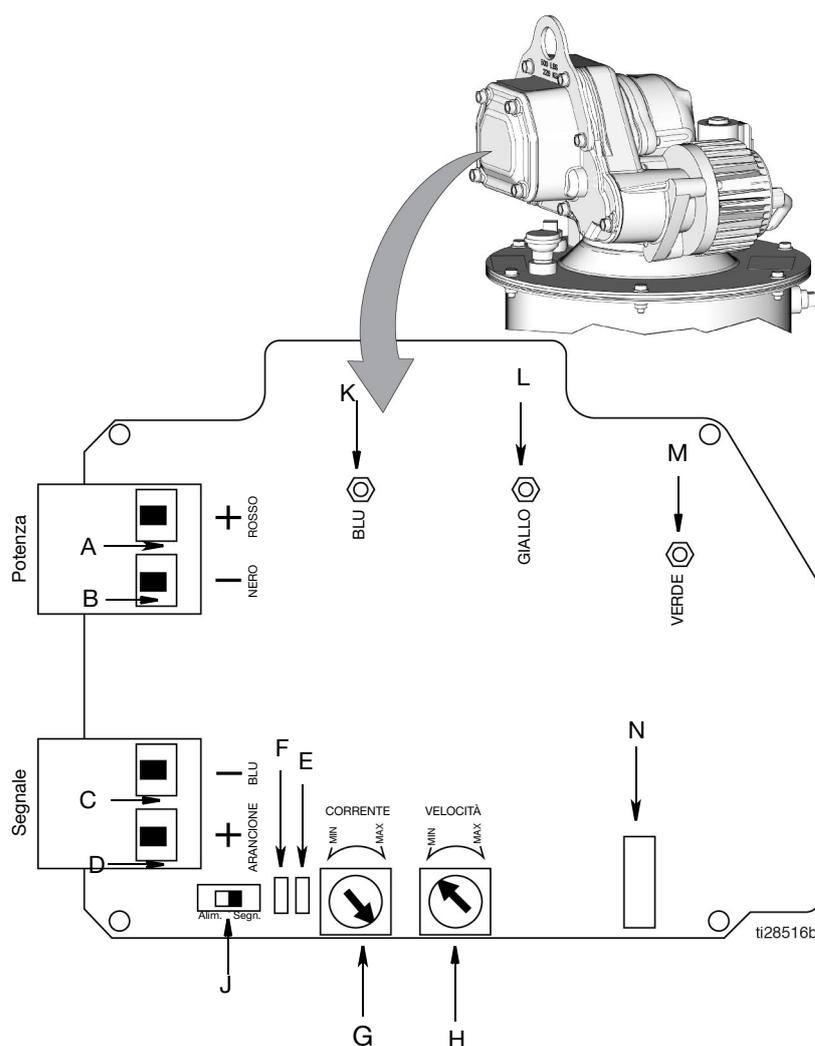

Fig. 9
- Quando l'interruttore di controllo della pompa (J, FIG. 9 pagina 11) è impostato sulla modalità segnale, il motore/la pompa funziona quando si applica tensione ai connettori di segnale e alimentazione.
- Quando l'interruttore di controllo della pompa (J, FIG. 9 pagina 11) è impostato sulla modalità alimentazione, il motore/la pompa funziona quando si applica tensione ai connettori di alimentazione. I connettori di segnale non richiedono tensione.